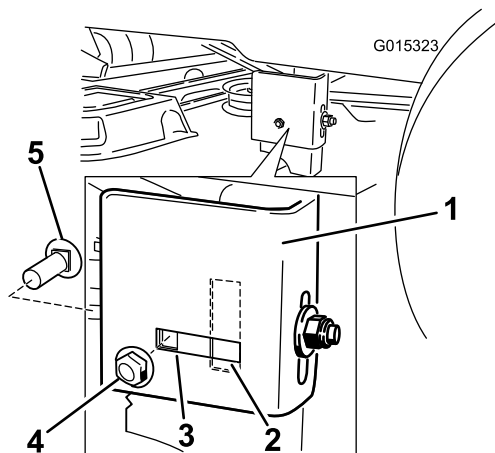

Figura 61
7. Mova para o lado esquerdo da máquina. Verifique se os parafusos de carroçaria lateral está na posição fixa ou ranhurada (Figura 61).
8. Se o parafuso de carroçaria estiver na posição fixa, remova o parafuso da carroçaria lateral e porca de fixação lateral da posição fixa e instale-a na posição de ajuste ranhurada (Figura 61).